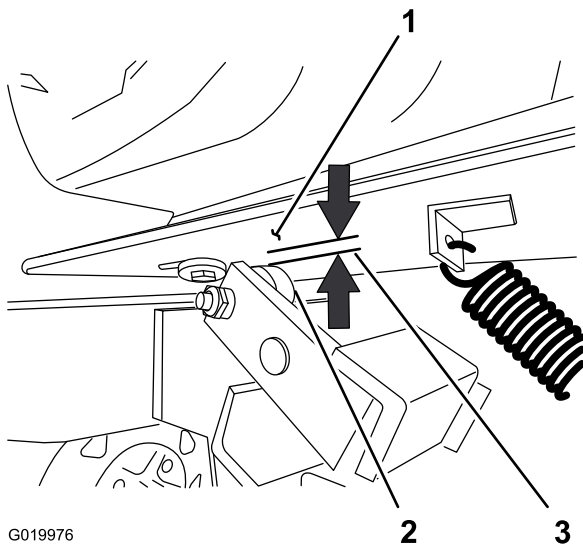

Figure 55
2. Mesurez l'entrefer entre le plancher moteur et le rouleau sur l'embrayage (Figure 55).